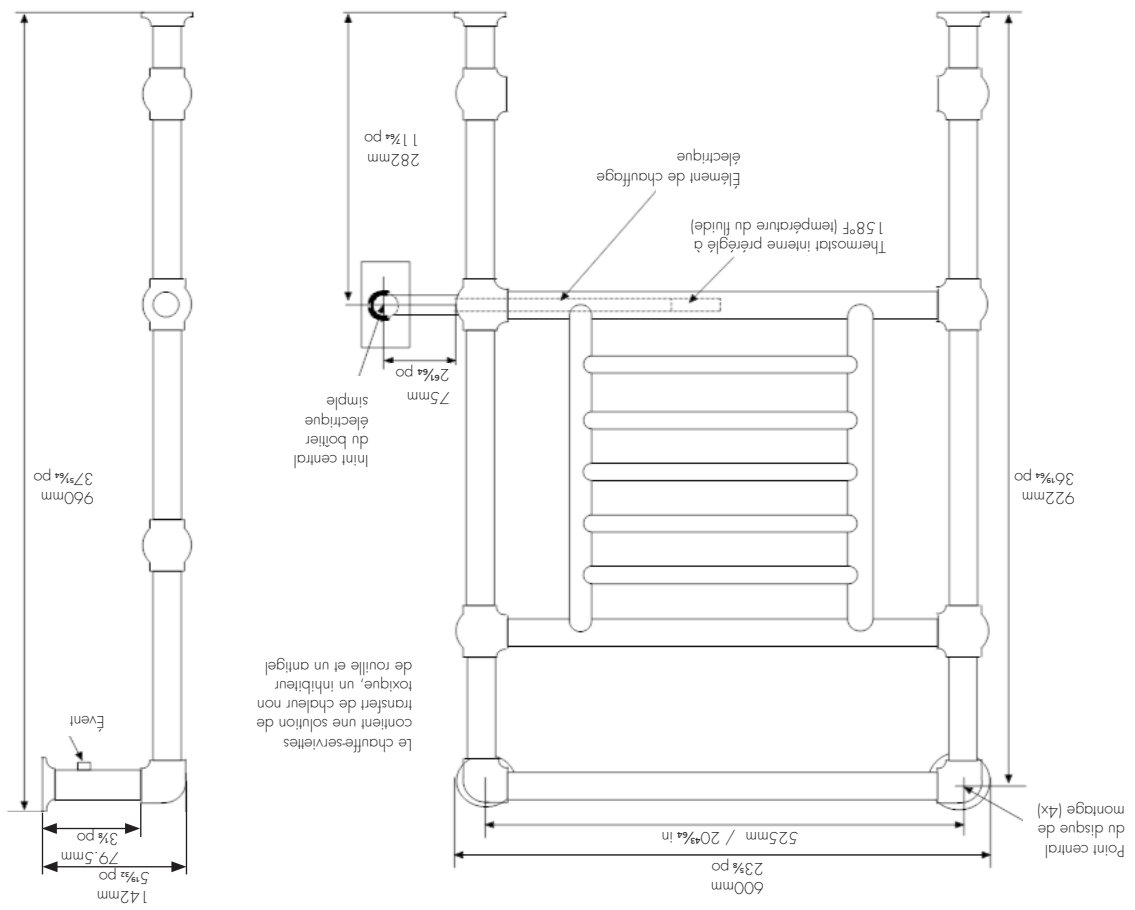

Figure 2
2. Une alimentation électrique passe ensuite du boîtier électrique du contrôleur à un boîtier électrique simple (inur chauffe-serviettes). L'emplacement de cette boîte électrique détermine l'emplacement de votre chauffe-serviettes (voir figure 2).
3. Des montants muraux ou un contreplaqué sont nécessaires dans le mur à tous les emplacements des supports. Voir la figure 2 inur l'emplacement des supports.
2. Fixez les disques de montage "A" à l'aide des vis fournies et aux emplacements illustrés à la figure 2.